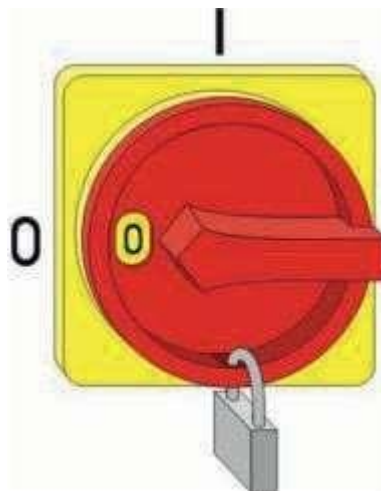

Рис. 22: Фиксация главного выключателя
2. ➔ Зафиксировать главный выключатель с помощью замка (Рис. 22).